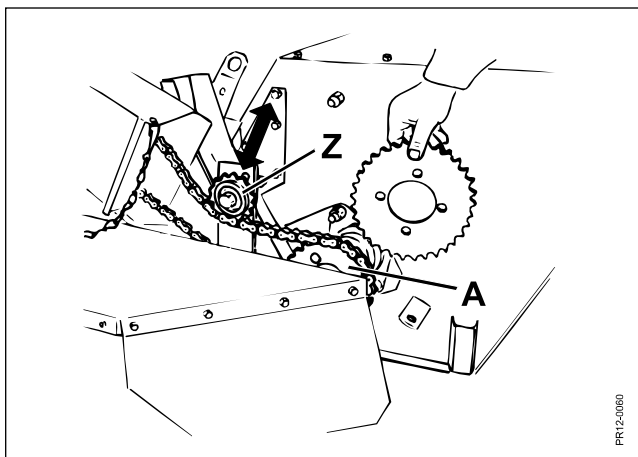

Fig. 3-14
- Fig. 3-14** Si usted quiere reducir la velocidad del rotor, hay que recambiar la rueda dentada de 27 dientes, colocada en el eje del rotor, por la rueda dentada de 33 dientes del paquete de repuestos entregado. Esto se realiza de la siguiente manera: